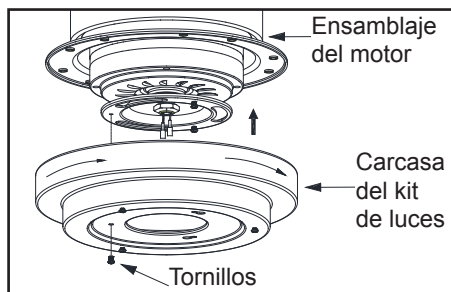

Figura 12
1. Quita un tornillo del soporte negro debajo del conjunto motor-ventilador y afloja los otros dos tornillos, pero sin quitarlos. (Figura 12)
2. Empuja la carcasa del kit de luces hasta el conjunto motor-ventilador de manera que las cabezas de los dos tornillos aflojados encajen en las ranuras tipo ojo de cerradura. Gira la carcasa del kit de luces hacia la derecha. Reinstala el tornillo retirado en el paso 1. Asegura que todos los tornillos están firmemente apretados. (Figura 12)